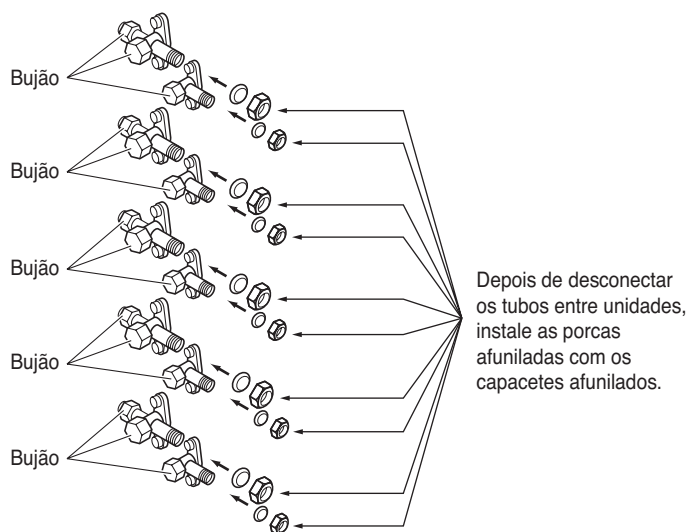

Fig. 24
- (4) Desconecte o calibre de tubos e os tubos entre unidades, e instale as tampas e porcas afuniladas. Neste ponto, o bombeamento de evacuação é finalizado. (Se as tampas e as porcas afuniladas não forem reinstaladas, há o perigo de vazamento de gás.) (Refira-se à Fig. 24.)